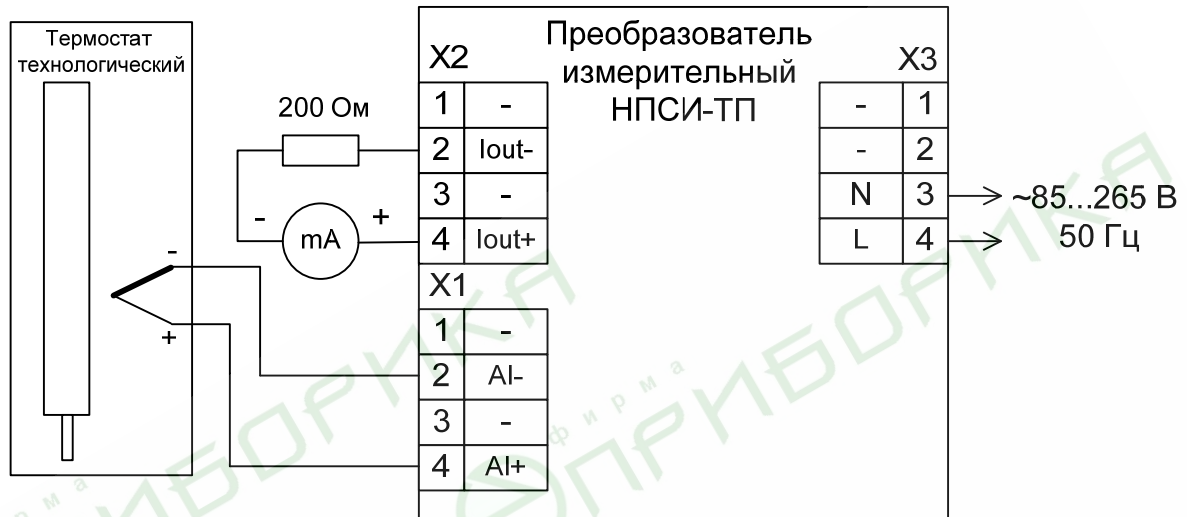

Рисунок 1.5.2 – Схема для проверки погрешности термо-ЭДС «холодного» спая
- Подключить поверяемый преобразователь согласно схеме, приведенной на Рис.1.5.2.